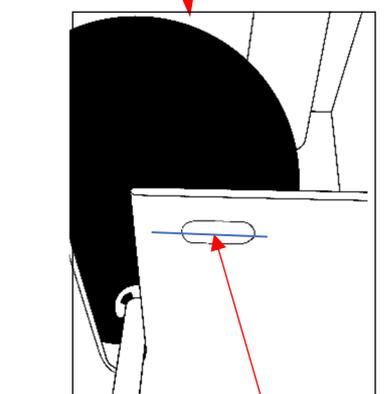

図 14.5-2
- ⑤ 給水元バルブを開き、必ず水位調整を行って下さい。
- ⑥ 水位マーク(図 14.5-2)の範囲内で水位が停止するようフロート部を前後に動かし調整して下さい。前方へ引出すと水位が高く、押込むと水位が低く調整できます。
- ⑦ 水位調整後、調整ネジはしっかり締付けて緩まないようにして下さい。
- ⑧ 一度水を少量排水して、停止水位の再確認を行って下さい。